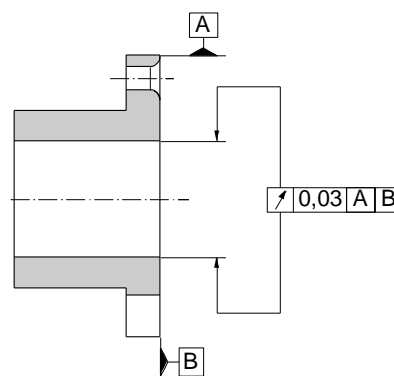

Рис. 2
- ❑ Надо выполнять рекомендованные допуски для отверстий в отношении расположения и ширины допуска, при этом должны соблюдаться допуски радиального и торцевого биения 0,03 мм (см. Рис. 2).